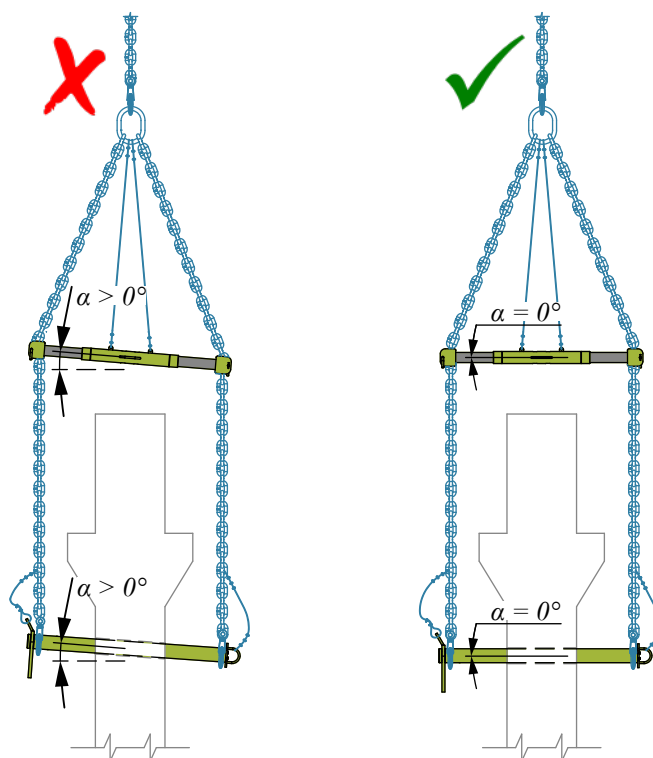

Figura 31. Inclinazione consentita del perno di sollevamento di COLIFT.
- Il perno di sollevamento e il distanziale devono sempre essere posizionati in orizzontale (vedi Figura 31). L'inclinazione del perno di sollevamento o del distanziale oppure lunghezze differenti dei tiranti dell'imbracatura potrebbero causare durante il sollevamento imprevedibili movimenti del carico sul sistema di montaggio.